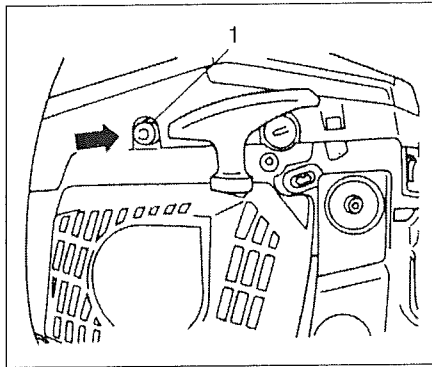

Fig. 2-2B
- * Press the decompression valve (1) (if so equipped. This valve will return when engine started). (Fig. 2-2B)
- * Presser la valve de décompression (1) (si la machine est équipée d'une valve, celle-ci reviendra à sa position initiale lors du démarrage du moteur). (Fig. 2-2B)
- * Premere la valvola di decompressione (1) (se la macchina è equipaggiata con tale valvola, questa valvola ritorna in posizione quando il motore si è avviato). (Fig. 2-2B)
* Das Dekompressionsventil (1) (falls vorhanden) drücken (das Ventil kehrt nach Anspringen des Motors zur Normalstellung zurück). (Fig. 2-2B)
* Apriete la válvula de descompresión (1) (si la tiene equipada, esta válvula retomará cuando el motor se arranque). (Fig. 2-2B)